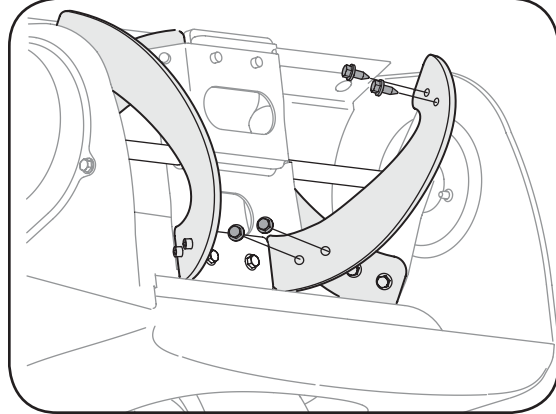

Figure 6-5
1. Pour démonter les pales, enlevez les vis taraudées qui les maintiennent sur la souffreuse. Voir la Figure 6-5.